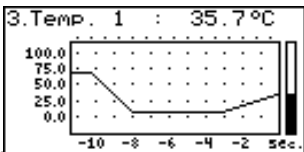

Abb. 6.9. Modus "Diagramm"
- Der Modus **"Diagramm"** (Abb. 6.9) ermöglicht die Ansicht der Momentanwerte oder Mittelwerte der durchgeführten Messungen für einen der Messkanäle in Form einer Kurve.